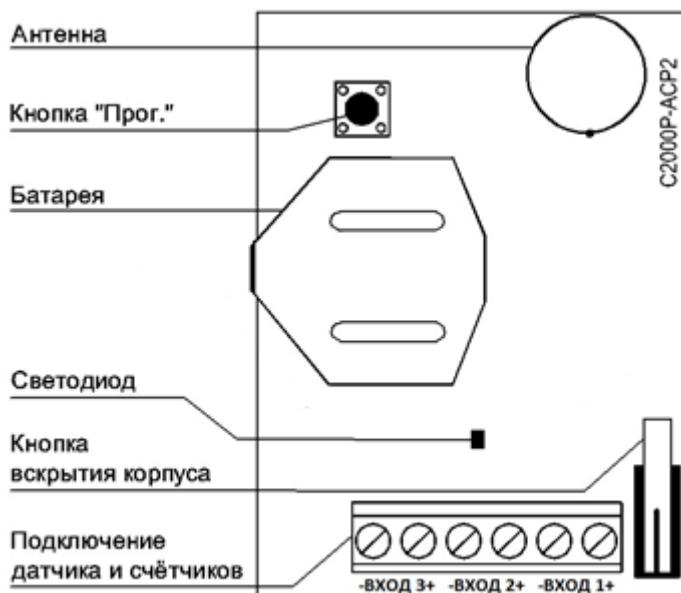

Рисунок 2.2 Расположение элементов на плате
На плате АСР2 располагается элемент питания и органы управления прибором (см. Рисунок 2.2):
- Зажать кнопку «Прог.» на плате ACP2 (см. Рисунок 2.2) на время более 3 секунд.
Тест качества связи запускается посредством короткого нажатия на кнопку «Прог.» на плате прибора (см. Рисунок 2.2). Запуск процедуры может занимать до 2 секунд, при этом прибор осуществляет анализ радиоэфира и регистрацию на оптимальном ПКП или ретрансляторе.
- Отключите все источники питания и зажмите кнопку «Прог.» на плате устройства (см. Рисунок 2.2) до полной разрядки конденсаторов (5-10 с).